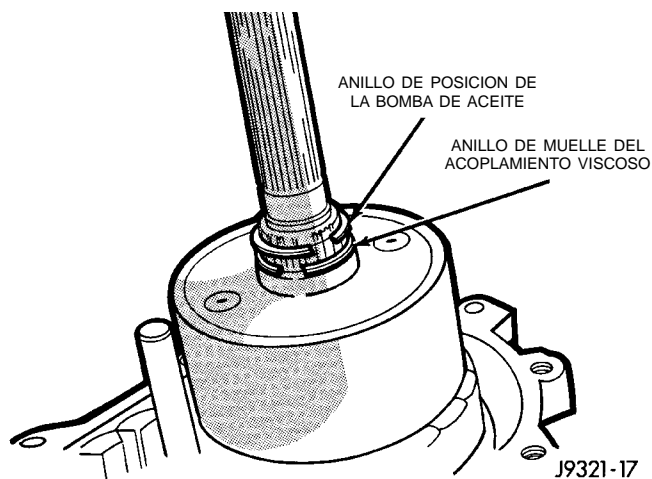

Fig. 75 Instalación del acoplamiento viscoso y el anillo de la bomba de aceite
(1) Instale el acoplamiento en el eje principal (Fig. 75).
(2) Instale primero el anillo de muelle de retención del acoplamiento (Fig. 75). Asegúrese de que el anillo de muelle esté bien asentado antes de continuar.
(3) Instale el anillo de muelle de posición de la bomba de aceite en el eje principal (Fig. 75).